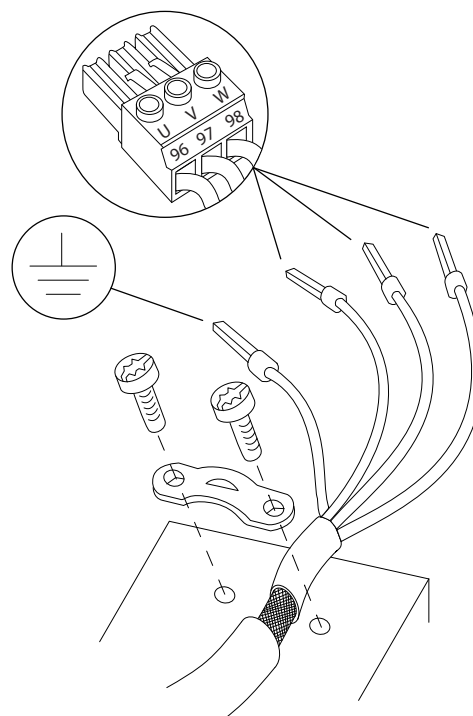

Bild 4.5 Motoranslutning
3. Anslut jordkabeln till närmsta jordningsplint i enlighet med jordningsinstruktionerna i *kapitel 4.3 Jordning*. Se *Bild 4.5*.
4. Anslut 3-fasmotorkablarna till plint 96 (U), 97 (V) och 98 (W), så som visas i *Bild 4.5*.